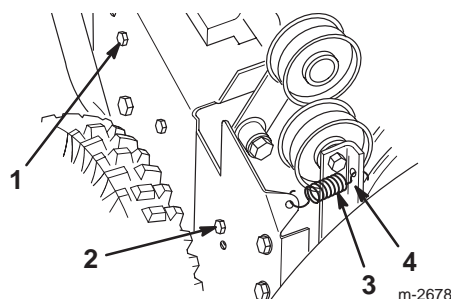

Figure 24
4. Desserrez le bras de frein de tarière. Pour ce faire, desserrez la dernière vis arrière et retirez la vis avant (Fig. 24).
5. Déposez le ressort de poulie folle (Fig. 24). Laissez le bras de frein pendre librement, mais hors du chemin.
4. Desserrez le bras de frein de tarière. Pour ce faire, desserrez la vis dernière arrière et retirez la vis avant qui fixent l'ensemble de bras frein au châssis (Fig. 24).